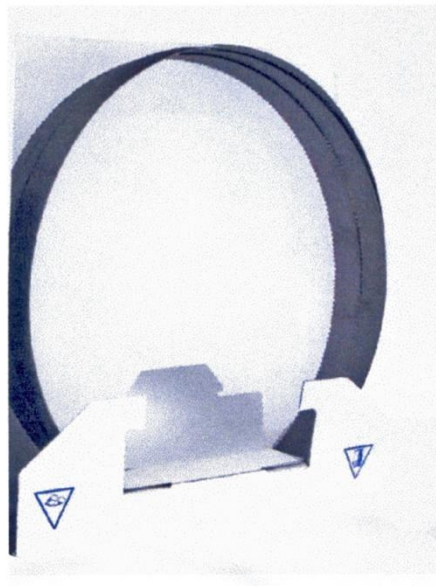

Fig. 6
- Fig. 6 przedstawia widok zamkniętego opakowania z pilą taśmową.